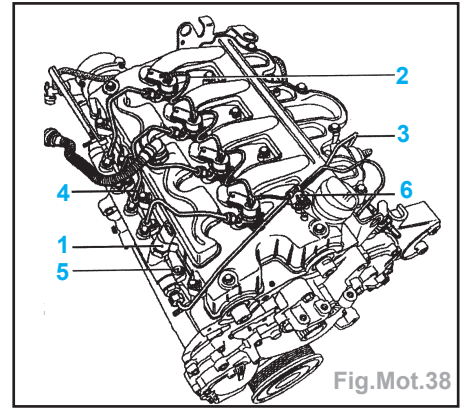

Fig.Mot.38
- Desserrer les vis (5) de la rampe d'injection sans l'enlever (Fig.Mot.38).